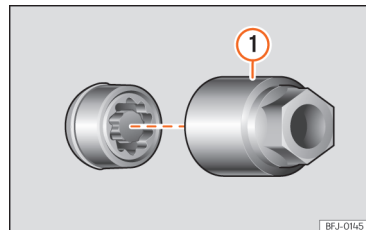

Fig. 194 Parafuso antirroubo com capa de proteção e adaptador.
- Encaixe o adaptador especial » **Fig. 194 ①** (ferramenta de bordo ») **Página 269**) no parafuso antirroubo da roda até ao limite.